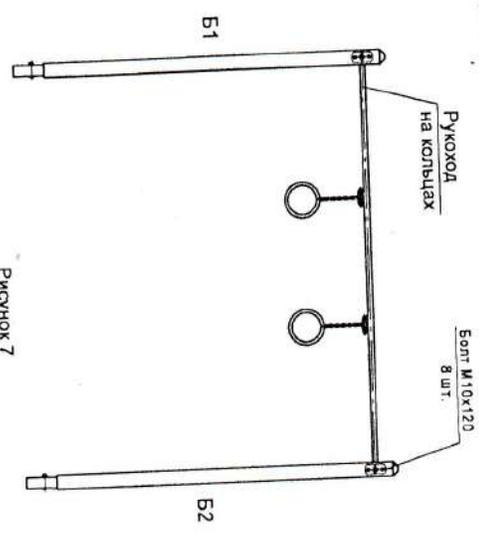

Рисунок 7
- 2. Соединить столбы башен 1.5-1.6 и 2.1-2.2 рукоходом на кольцах поз. 11 (рисунок 7)